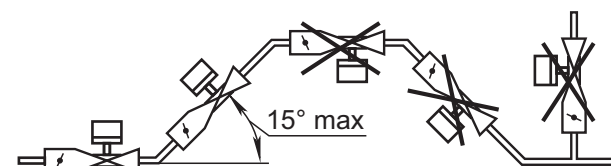

Рис. 2
4.2.6 Произведите монтаж клапана на трубопровод, в соответствии с рекомендацией по расположению клапана на трубопроводе (рис. 2). Отклонение катушки от вертикального положения допускается не более 15°.